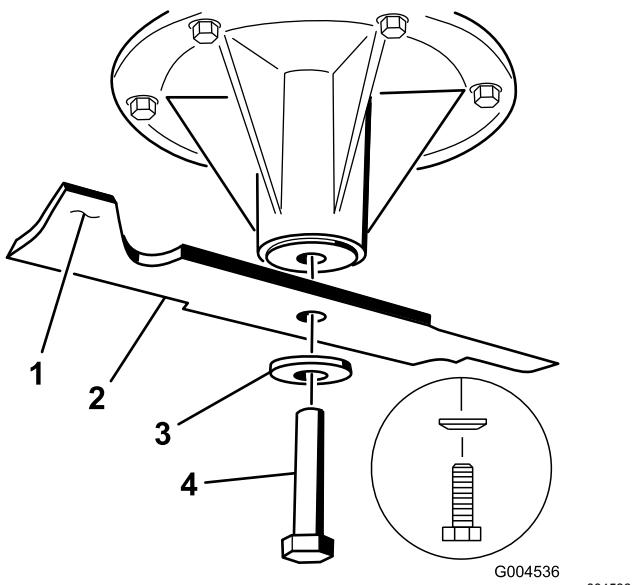

Figure 98
2. Enlevez de l'axe, le boulon, la rondelle bombée et la lame (Figure 98).
| 3. Si la lame est déséquilibrée, limez un peu l'extrémité de l'ailette seulement (Figure 98). | 4. Répétez cette procédure jusqu'à ce que la lame soit équilibrée. |